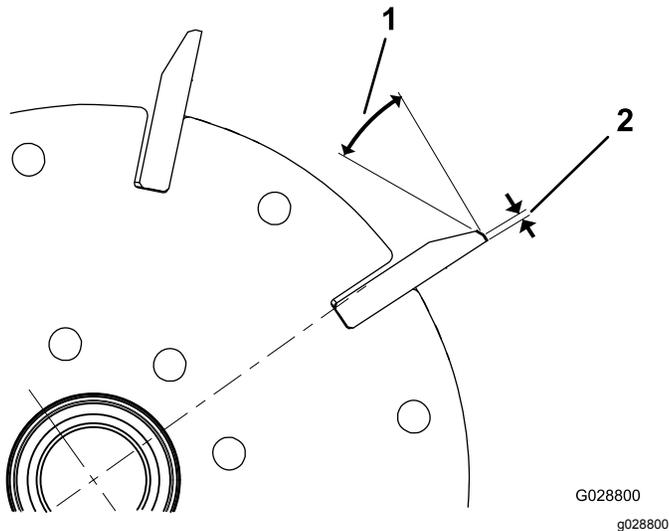

図 64
1. 全部のリール刃に 30°の角度で2番削りを行って、ランド部の幅を 1.3 mm にしてください 図 64。